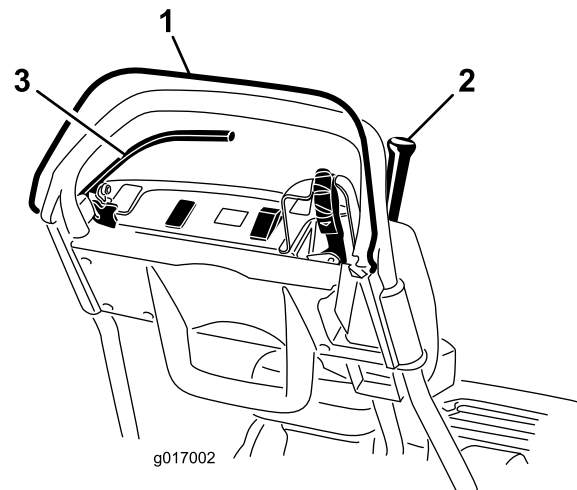

Рисунок 27
3. Попробуйте привести в действие рычаг тяги при ненажатом механизме контроля присутствия оператора (Рисунок 27). Рычаг тяги не должен включиться. Если рычаг тяги включается, то система блокировки нуждается в ремонте. Устраните неполадку перед эксплуатацией. См. "Техобслуживание блокировочных выключателей".
4. При нажатом ОПС и включенном рычаге тяги отпустите ОПС (Рисунок 27). Рычаг тяги должен отключиться. Если рычаг тяги не отключается, то система блокировки нуждается в ремонте.
5. При нажатом ОРС и передвинутом влево рычаге передач включите приводы барабана и тяги и отпустите ОРС (Рисунок 27). Рычаг тяги должен отключиться. Если рычаг тяги не отключается, то система блокировки нуждается в ремонте. Устраните неполадку перед эксплуатацией. См. "Техобслуживание блокировочных выключателей", "Регулировка управления тягой" или "Регулировка управления барабаном".
6. При нажатом ОРС и передвинутом влево рычаге передач включите приводы барабана и тяги, переведите рычаг передач вправо для отключения привода барабана (Рисунок 27). Привод барабана должен отключиться. Если рычаг тяги не отключается, то система блокировки нуждается в ремонте. Устраните неполадку перед эксплуатацией. См. "Регулировка управления барабаном".
2. При нажатом ОРС, включенном рычаге тяги и органах управления двигателем в положении запуска (Рисунок 27). Попробуйте запустить двигатель. Двигатель не должен запускаться. Если двигатель запускается, то блокировочный выключатель нуждается в ремонте. Устраните неполадку перед эксплуатацией. См. "Техобслуживание блокировочных выключателей".
2. При выключенном рычаге тяги, включенном рабочем тормозе и органах управления двигателем в положении запуска (Рисунок 27). Попробуйте запустить двигатель. Двигатель должен запускаться. Если двигатель не запускается, то блокировочный выключатель нуждается в ремонте. Устраните неполадку перед эксплуатацией. См. "Техобслуживание блокировочных выключателей".
3. При работающем двигателе включите рабочий (но не стояночный) тормоз, нажмите орган контроля присутствия оператора и включите рычаг тяги (Рисунок 27). Двигатель должен работать,
4. При работающем двигателе затяните фиксатор стояночного тормоза, нажмите орган контроля присутствия оператора и включите рычаг тяги (Рисунок 27). Двигатель должен заглохнуть. Если двигатель не глохнет, то блокировочный выключатель нуждается в ремонте. Устраните неполадку перед эксплуатацией. См. "Техобслуживание блокировочных выключателей".